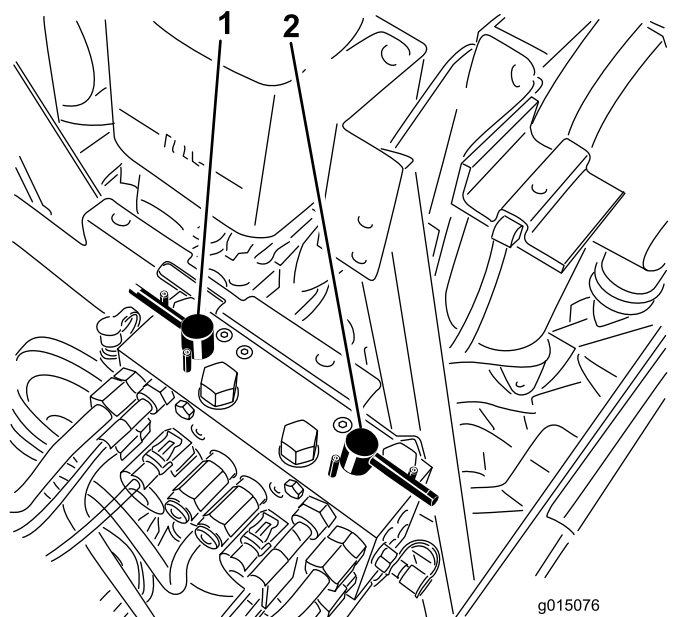

**Рисунок 122**
4. Выберите передний, задний или оба рычага обратного вращения, чтобы определить, заточку каких режущих блоков необходимо произвести (Рисунок 122).